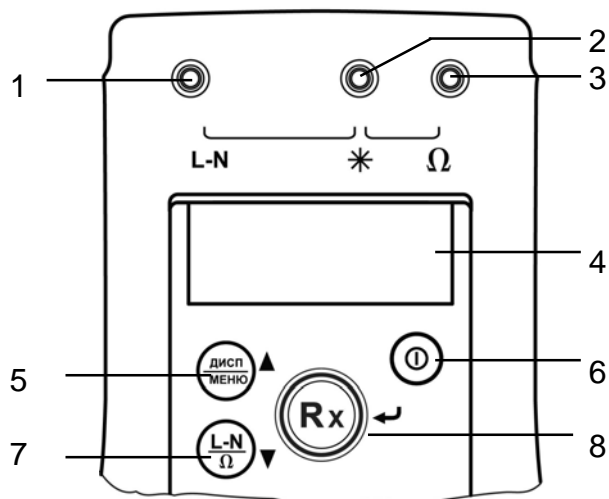
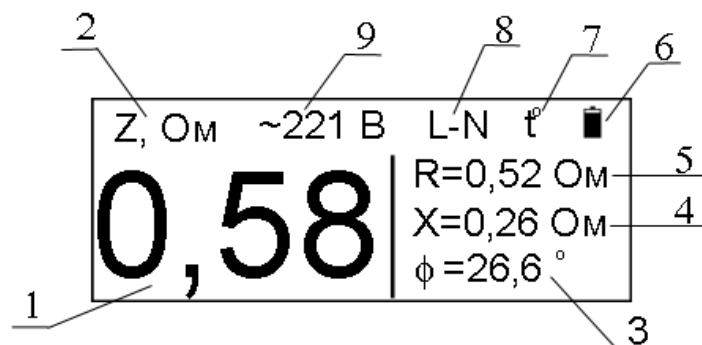
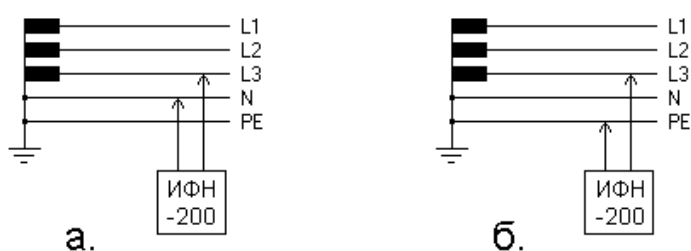

Рисунок 1.4.2 - Передняя панель
Рисунок 1.4.3 - Вид индикатора в режиме «фаза-нуль». Режим дисплея - полный.
Рисунок 2.3.1
Включение и выключение прибора осуществляется нажатием кнопки «» (см. рисунок 1.4.2 позиция 3). После включения прибор производит восстановление режима работы и настроек, активных на момент последнего выключения.
Степень заряженности аккумулятора отображается на индикаторе условным символом в виде батарейки и определяется по величине её зачернённости (см. рисунок 1.4.3 символ 6). Символ «» соответствует полностью заряженной батарее, «» - разряженной.
Выбор режима «фаза-нуль» (измерение параметров петли «фаза-нуль») осуществляется нажатием кнопки «L-N/Ω/▼». При этом на индикаторе прибора отображается символ «L-N» (см. рисунок 1.4.3, символ 8).
Кабели измерительные должны быть соединены с прибором через гнезда «\*» и «L-N» (см. рисунок 1.4.2). Свободные концы кабелей измерительных подключаются к исследуемой цепи «фаза-нуль» (см. рисунок 2.3.1.а, 2.3.1.б), параметры которой подлежат определению. При этом на индикаторе прибора индицируется действующее напряжение петли «фаза-нуль» (U) (см. рисунок 1.4.3, символ 9).
Для проведения измерения следует нажать кнопку «Rx/⊘» (см. рисунок 1.4.2). При этом прибор производит проверку целостности цепи петли «фаза-нуль» малым током, не допуская работу с цепями сопротивлением более 1 кОм (о чем свидетельствует сообщение «Цепь повреждена!» на индикаторе прибора), после чего производит измерение.
В приборе имеется защита от перегрева измерительного резистора 10 Ом. Если его температура превысила верхний допустимый порог, на индикаторе высвечивается мигающий символ (см. рисунок 1.4.3 символ 7) и следующее измерение может быть произведено только после снижения его температуры до рабочей (исчезнет символ 7, рисунок 1.4.3).
Кабели измерительные должны быть соединены с прибором через гнезда «\*» и «Ω» (см. рисунок 1.4.2). Свободные концы кабелей измерительных подключаются к цепи, сопротивление которой подлежит измерению. Если на этом участке цепи присутствует напряжение амплитудой более 0,5 В, измерение не может быть произведено, о чем сигнализирует соответствующий символ (см. рисунок 1.4.5 символ 5).
Для проведения измерения следует нажать кнопку «Rx/∫» (см. рисунок 1.4.2). Результат измерения, с учетом сопротивления кабелей измерительных, индицируется на индикаторе (см. рисунок 1.4.5 символ 1).